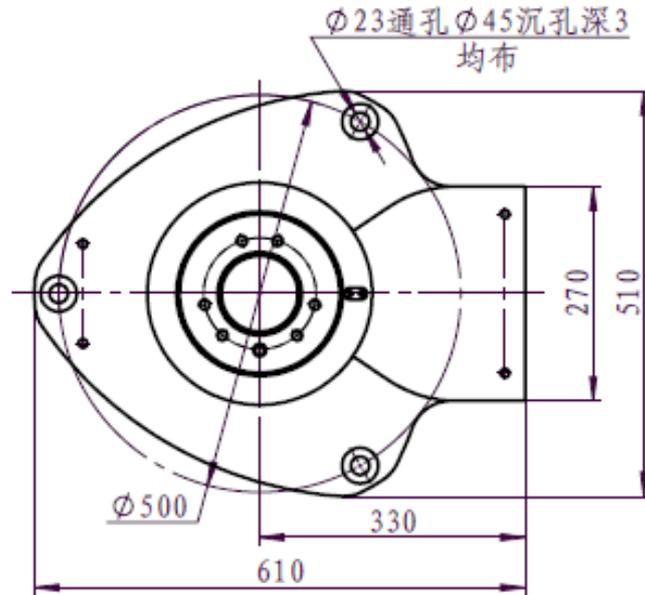

图 3-4 SR18/SR18L8/SR25 机器人底座安装孔尺寸
1、SR18/SR18L8/SR25 机器人底座安装孔尺寸如图 3-4 所示。